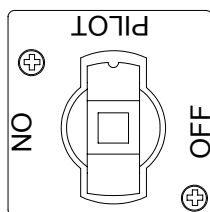

Figure 1
1. Assurez-vous que l'appareil est sous tension, puis fermez le robinet de gaz. Attendez au moins 5 minutes, puis tournez le bouton du robinet de gaz à la position PILOT (cf. Figure 1).